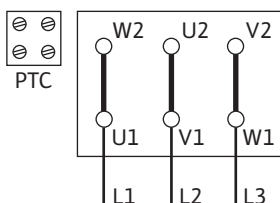

Fig. 12: Połączenie Δ
- Napięcie zasilania jest zależne od mocy silnika P2, od napięcia sieciowego i od sposobu załączania. Wymagane łączenie mostków połączeniowych w skrzynce zaciskowej zamieszczono w następującej tabeli, jak również Fig. 12, 13, 14.